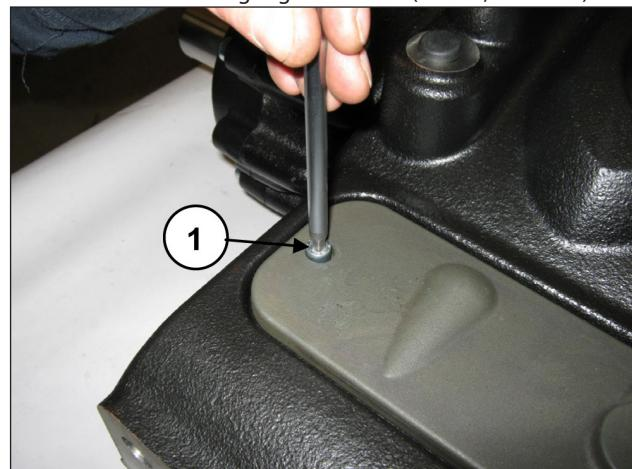

Abb. 169
Demontieren Sie den oberen Inspektionsdeckel durch Abdrehen der 2 Befestigungsschrauben (Pos. ①, Abb. 169).